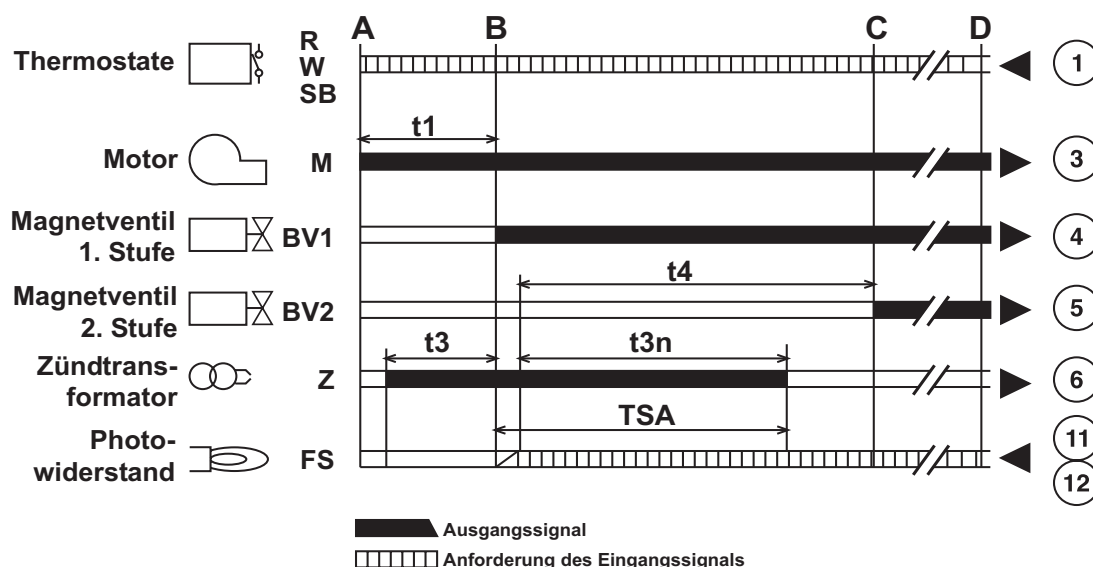

fig. 9
- Der Betrieb beginnt gemäß Abb. 10a-10b und dem Diagramm auf Abb. 9: